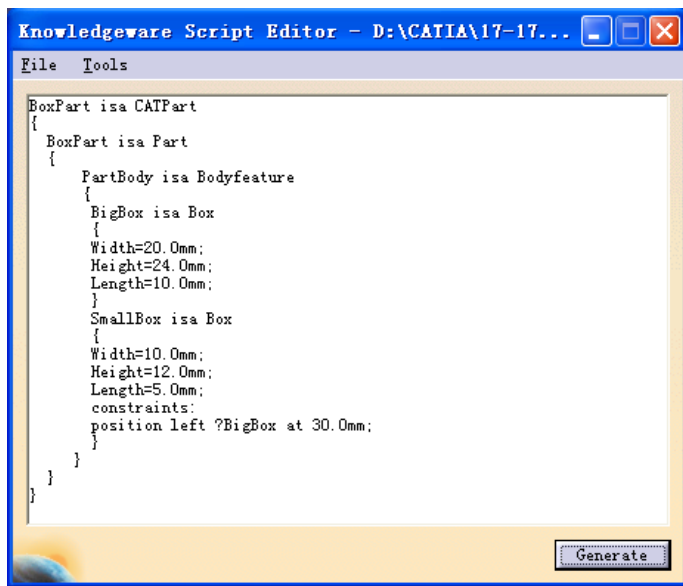

图 16-24
(1) Generative Script Editor 对话框中输入如下内容（见图 16-24）；